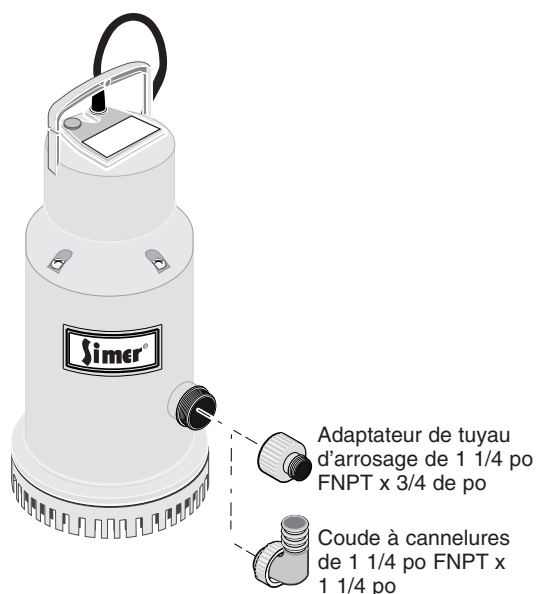

Figure 2 : Raccordements de l'adaptateur.
3. Choisir un adaptateur et le poser comme il est indiqué à la Figure 2.